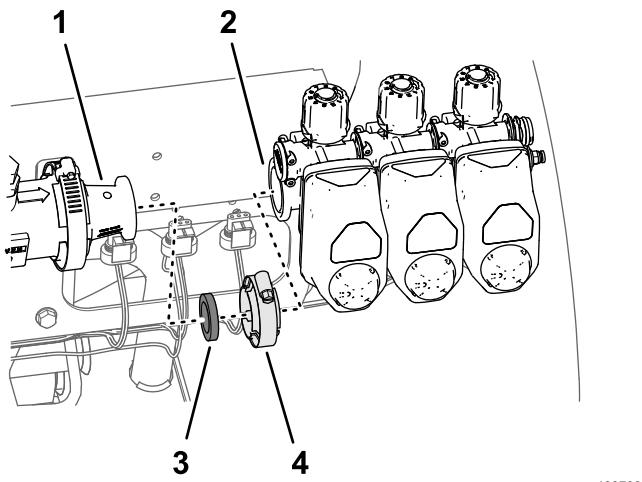

Figure 69
4. Déposez les 3 vannes de section de la machine (Figure 69).